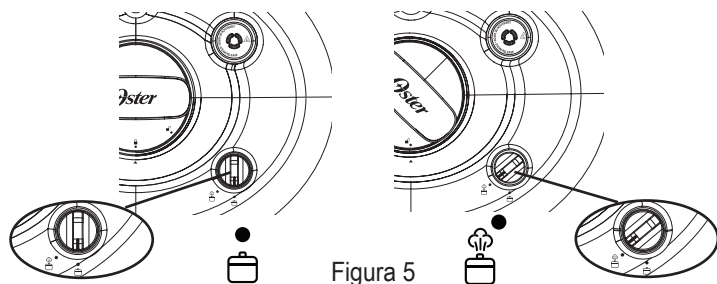

Figura 5
- Método Natural de Liberação de Pressão:** Após o término do ciclo de cozimento, deixe o aparelho liberar a pressão naturalmente através da válvula flutuante. O aparelho irá esfriar gradualmente sozinho. Aguarde pelo menos 10 minutos após o término do cozimento e gire o botão de liberação de vapor para a posição para liberar ☒ (veja a Figura 5). Não coloque nenhuma parte de sua mão ou corpo sobre a válvula de liberação de vapor, pois o vapor é muito quente e pode esquentar a pele. A pressão foi liberada quando o vapor não estiver mais saindo pela válvula, quando a válvula flutuante tiver caído completamente e a tampa abrir sem ter que forçar. Isso pode levar entre 10 - 20 minutos. **Nunca force a tampa para abrir.**
- Método de liberação rápida da pressão:** Gire o botão para liberar o vapor que fica localizado na frente da tampa colocando-o na posição para liberar o vapor ☒ (veja a Figura 5). O vapor será liberado rapidamente através da válvula de liberação do vapor no lado de trás da tampa. Não coloque nenhuma parte de corpo ou sua mão sobre a válvula de liberação do vapor, pois o vapor é muito quente e pode esquentar a pele.